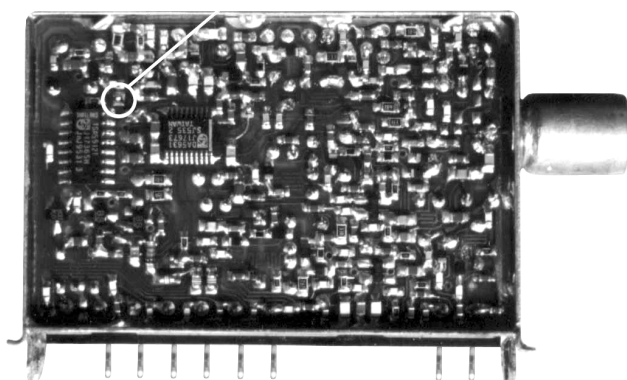

Рис. 1. Нарушение пайки в тюнере
Модель KV-M2540. Дефект выглядит следующим образом: сначала с прогревом с правой стороны экрана появляются хаотические белые полосы, затем они исчезают. Но может быть и так, что полосы появляются, когда телевизор холодный, а затем пропадают. Через некоторое время телевизор перестанет включаться, а светодиод на передней панели моргает 13 раз. Согласно сервисной инструкции, неисправен тюнер. Окажется, в нем нарушаются пайки дросселей (рис. 1).
В настоящее время подавляющее большинство видеомагнитофонов фирмы Panasonic серий SD, HD, HS и видеоплееров серий HR, SR строится на основе К-механизма, доказавшего свою надежность и долговечность в эксплуатации при относительной простоте. Внешний вид механизма с верхней стороны дан на рис. 1, с нижней — на рис. 2. В скобках указаны номера деталей, необходимые при их заказе или покупке.
1. Устанавливается шестерня связи с механизмом загрузки кассеты и фиксируется разрезной шайбой (рис. 1).
2. Устанавливается рычаг регулятора усилия подтормаживания приемного подкассетного узла (рис. 1).
3. Устанавливается рычаг поста P5 и шестерня привода прижимного ролика (рис. 1).
4. Устанавливается база фиксатора поста P5 и фиксируется разрезной шайбой и винтом (рис. 1).